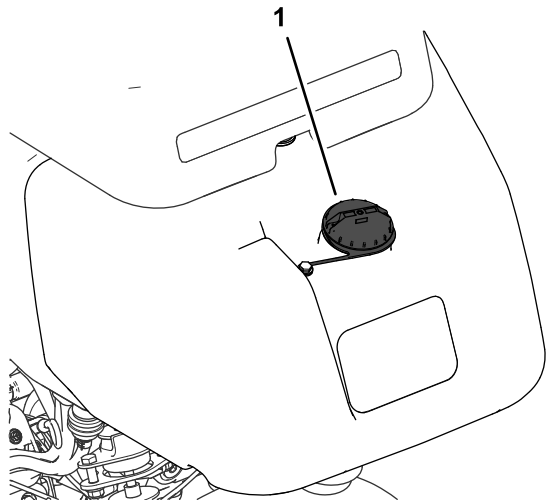

図 23
1. 燃料キャップの周囲をきれいに拭いてキャップを外す 図 23。